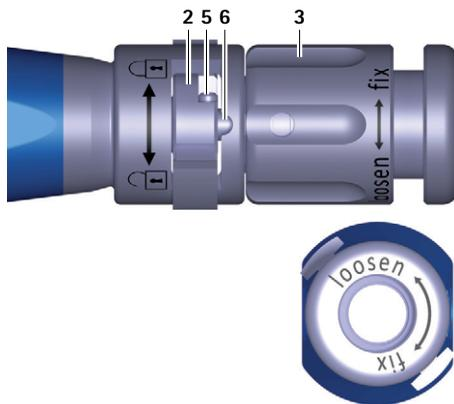

Рис. 1 Детальное изображение установочного инструмента, переключатель в открытом положении
- ▶ Повернуть поворотную гайку 3 на установочном инструменте А против часовой стрелки (направление "loosen" ("вперед")), чтобы продвинуть стержень 6 вперед, см. Рис. 1.
- ▶ Повернуть переключатель 2 влево (направление  $\leftarrow$ ), см. Рис. 1.
- ▶ Повернуть переключатель 2 влево (направление ↶), см. Рис. 1.
- ▶ Проверить положение для подсоединения установочного инструмента А, см. Рис. 1.
- ▶ Поворачивать поворотную гайку 3 против часовой стрелки (направление "loosen" ("вперед")), чтобы продвинуть стержень 6 вперед, см. Рис. 1.